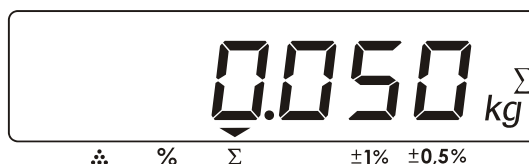

Рисунок 39. Показания дисплея при добавлении веса в сумматор.
- нажмите клавишу Σ (долгое нажатие) - на дисплее отобразится значение веса, добавленного в сумматор (содержимое сумматора) и загорится световой треугольник напротив значка сумматора (см. Рисунок 39):